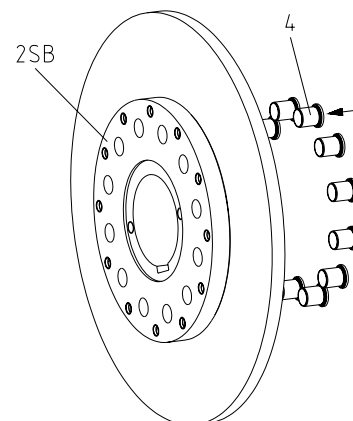

figura 8
- Dirija los casquillos (componente 4) hacia los agujeros del mangon FN parte 2SB a través de un ligero desplazamiento (ver figura 8).